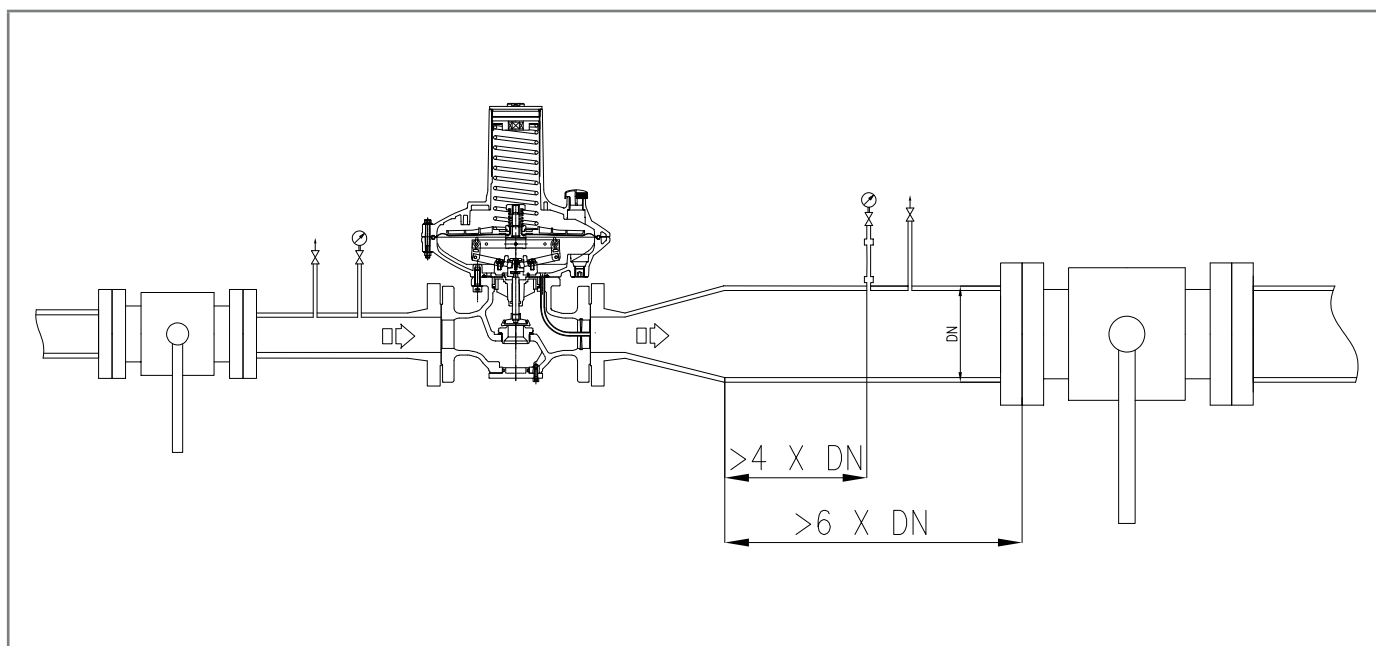
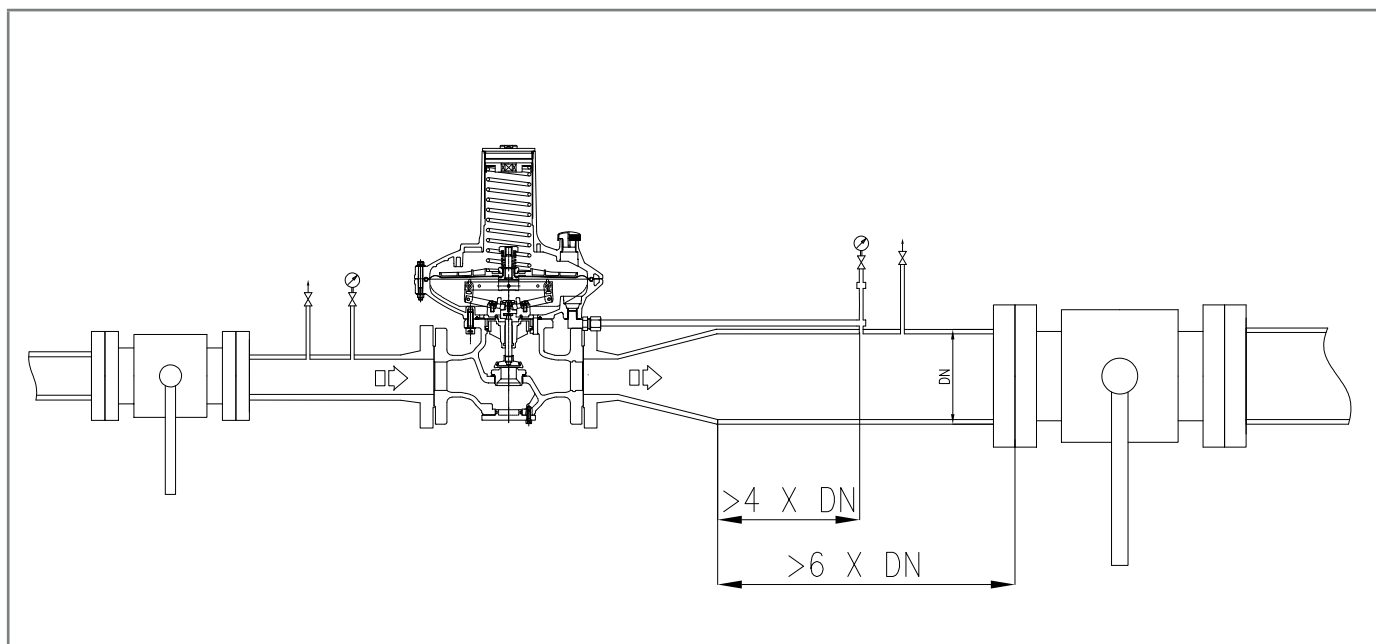

Fig. 6.13. Collegamento prese d'impulso alla tubazione di valle DIVAL 700
Fig. 6.14. Collegamento prese d'impulso alla tubazione di valvole DIVAL 700 con funzione di monitor
Per l'apparecchiatura Dival 700 le prese d'impulso sono interne (Fig. 6.13), per il Dival 700 con funzione di monitor in linea le prese d'impulso sono esterne (Fig. 6.14).
- gli attacchi della connessione pneumatica siano sempre saldati sulla parte superiore o sull'asse orizzontale della tubazione stessa (fare riferimento alla fig. 6.14);